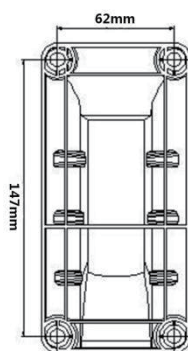

Fig.2
3. Tome el soporte de montaje como plantilla para marcar la posición de los tornillos y taladre cuatro orificios en la pared (Fig. 2).